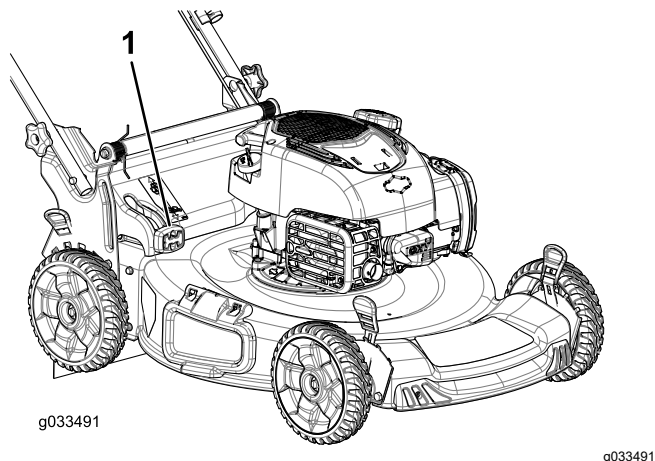

Figure 17
- **Pour ramasser les déchets d'herbe et de feuilles**, appuyez sur le bouton du levier de ramassage sur demande et déplacez le levier en avant jusqu'à ce que le bouton ressorte (Figure 17).